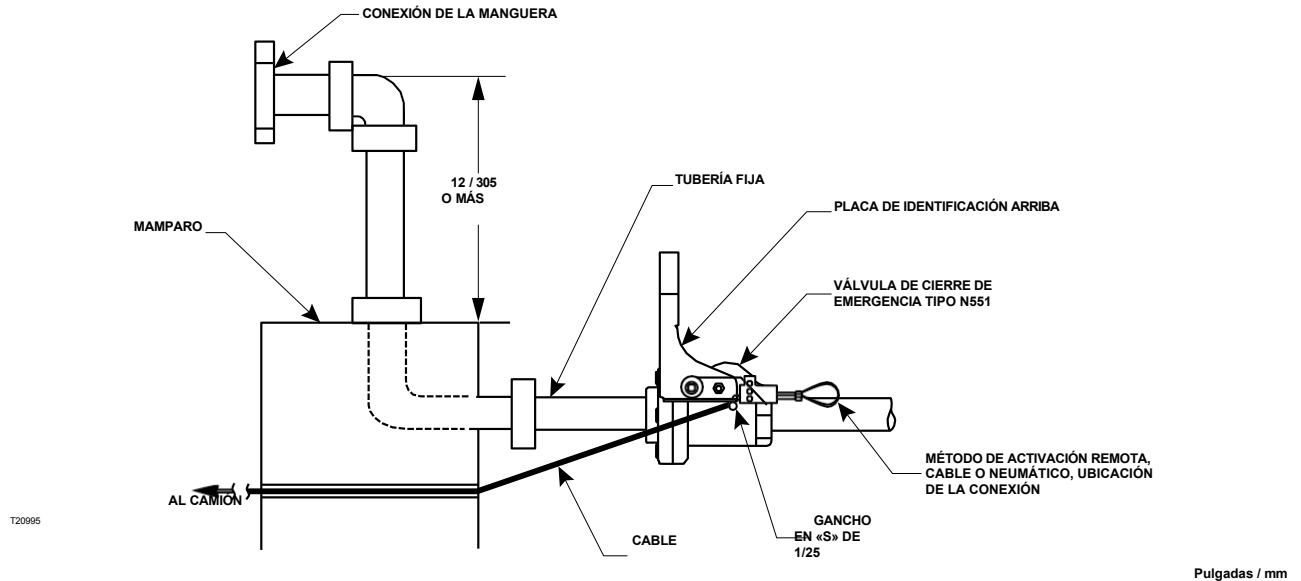

Figura 5. Instalación del cable de liberación de movimiento (opcional)
1. Conecte un cable de liberación adecuado, como un cable de acero inoxidable para aeronaves, a un gancho en «S» estándar. Fije el gancho en «S» a la palanca del modelo N551, tal y como se muestra en la figura 5.
2. El cable debe pasar a través del mamparo justo debajo y al lado de la tubería. El cable debe estar alineado con la palanca de accionamiento, consulte la figura 5.